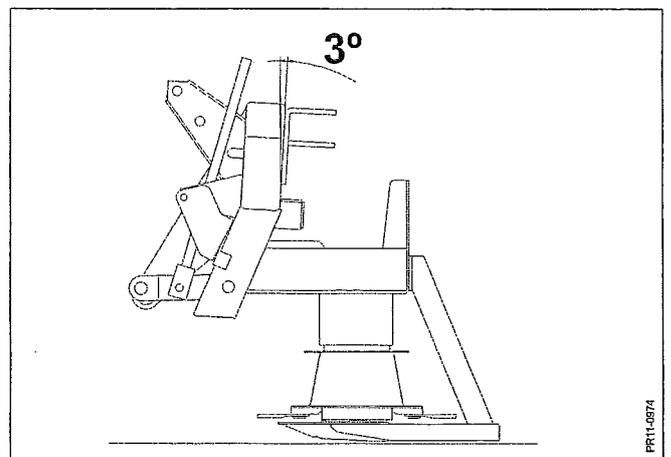

Fig. 3-20
- Fig. 3-20 Die Stoppelhöhe kann erhöht werden, indem die Maschine bis zu 3° nach hinten gekippt wird, d.h. der Messerbalken fährt ganz waagrecht über den Boden.